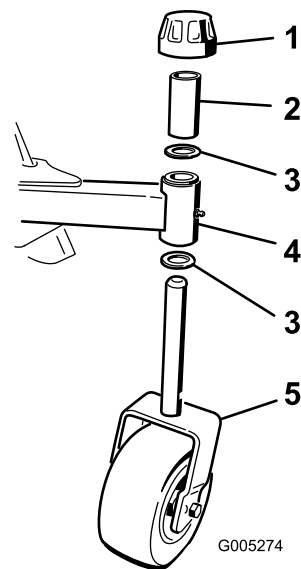

図 3
1. キャスターホイールのスピンドルシャフトからテンショニングキャップを外す 図 3。スピンドルシャフトからスペーサとスラストワッシャ各1を抜き取る。スラストワッシャ1枚をシャフトに残す。
け、テンショニングキャップでアセンブリを固定する 図 3。